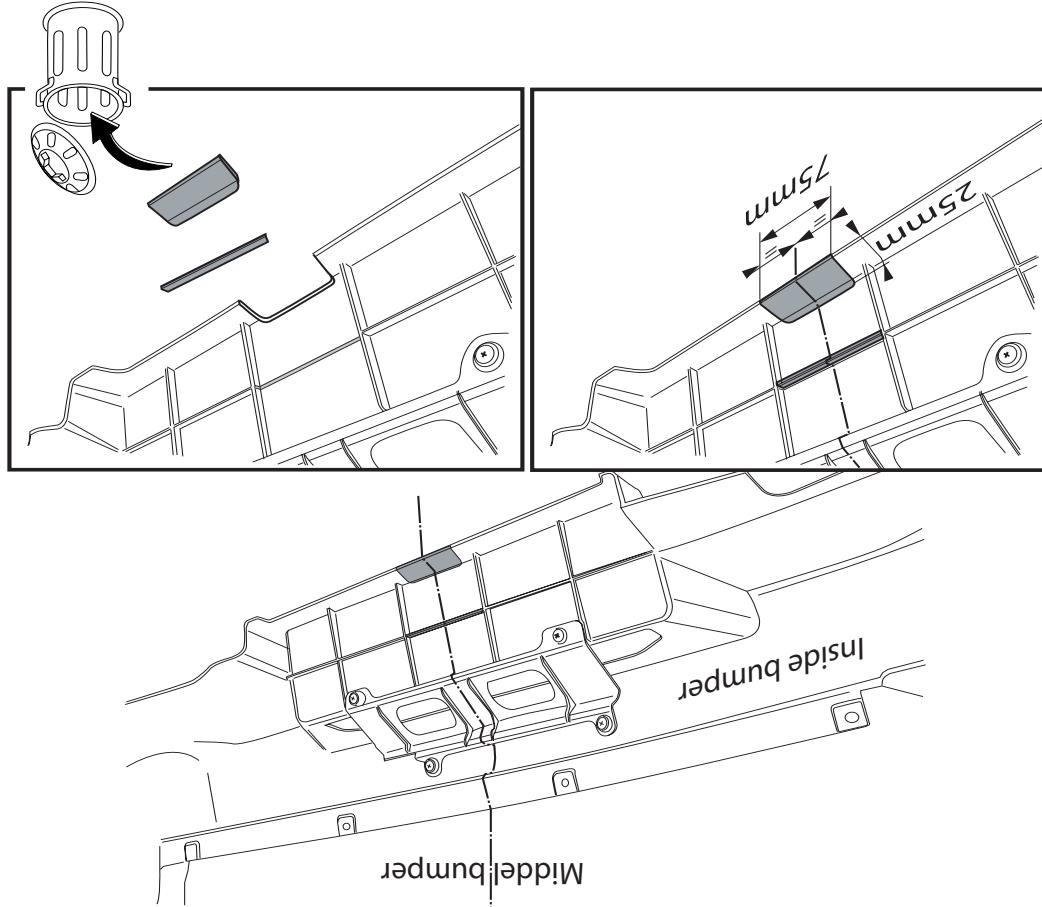

Fig. 4
11. Saw a section out of the middle of the underside of the bumper as shown in fig 4.
11. Auf der Unterseite der Stoßstange einen Teil aus der Mittle gemäß Abbildung 4 heraus schneiden.
11. Scier au centre de la partie inférieure du pare-chocs une partie correspondant à la figure 4.